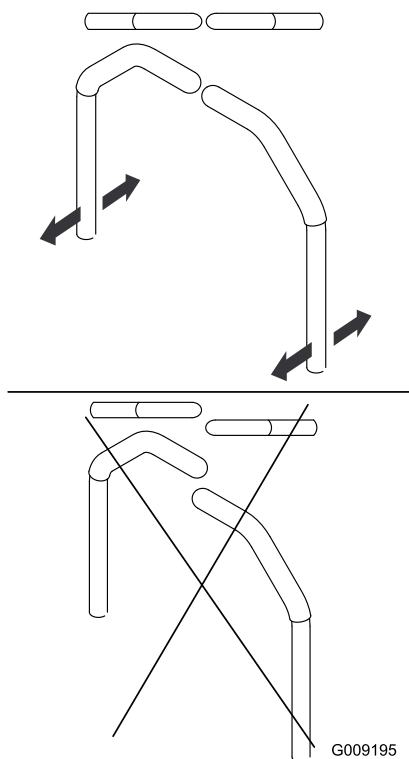

Figura 60
3. Allineate la posizione longitudinale delle stegole portandole assieme in folle e facendole scivolare fino a che sono allineate (Figura 60).